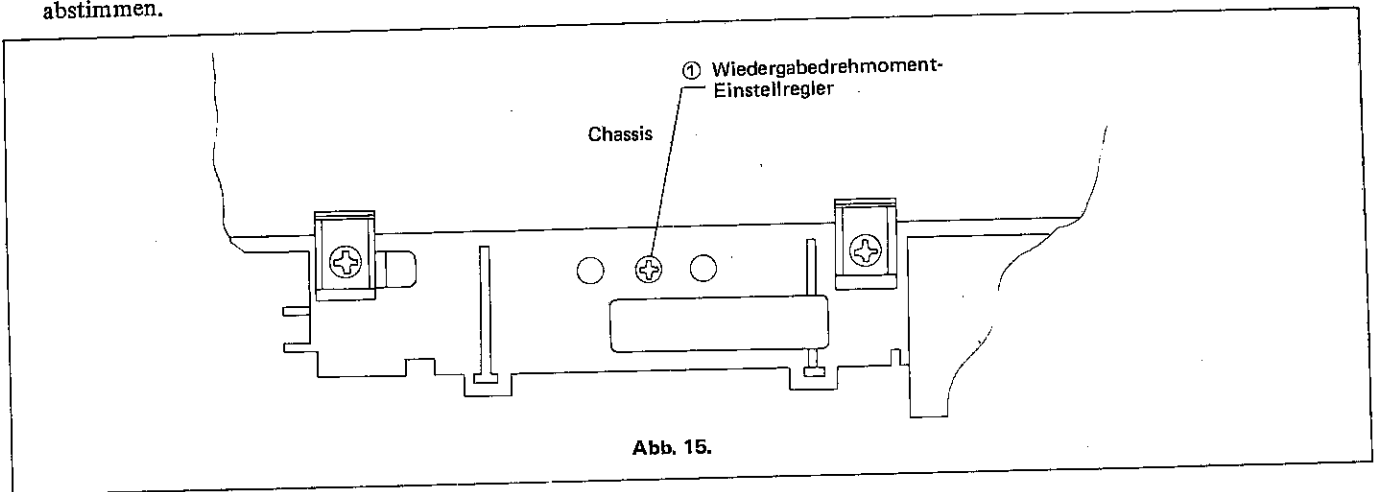

Abb. 15.
• Abstimmung (siehe Abb. 15)
1. Wenn der Bandzug stark länger (weniger als 23 – 28 g) ist, den Federhaken in Richtung A (siehe Abb. 15) bewegen und den Bandzug erneut prüfen.